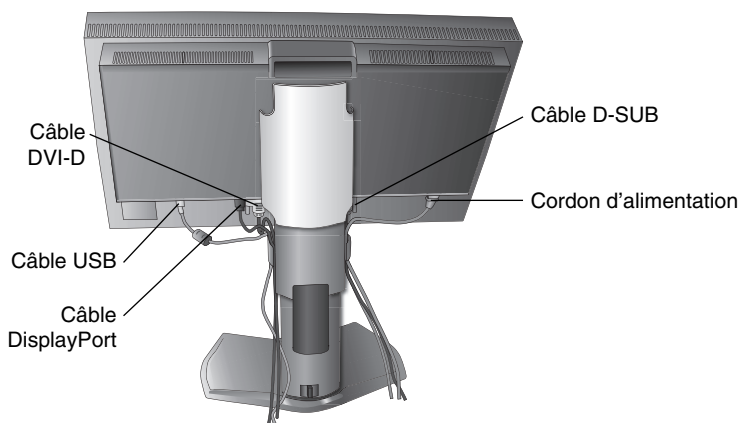
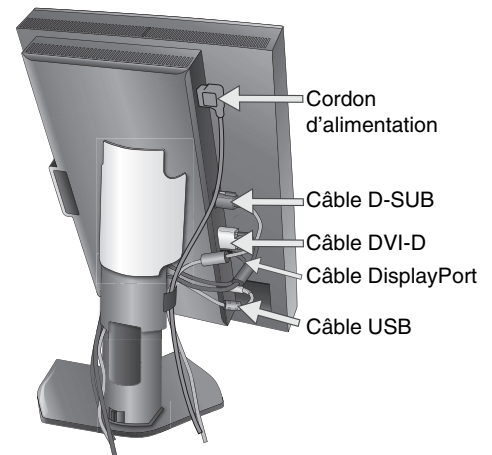

**Figure C.1**
**Figure C.1a**
4. Branchez tous les câbles aux prises appropriées (**Figure C.1**). À l'aide du câble USB, branchez la prise de type B au port montant USB situé sur le côté arrière droit du moniteur et la prise de type A au port descendant de l'ordinateur (**Figure C.1a**). Si vous utilisez le cordon de l'appareil USB, branchez-le dans un des ports descendants du moniteur.